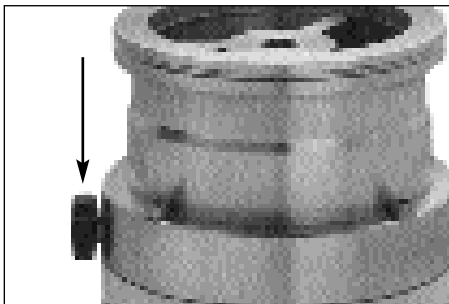

Fig. 15
- Fluten von Hand mit der serienmäßigen Flutschraube (Fig. 15);
- Manual venting via the standard venting screw (Fig. 15);
- Remise à l'air manuelle avec la vis de remise à l'air de série (Fig. 15);